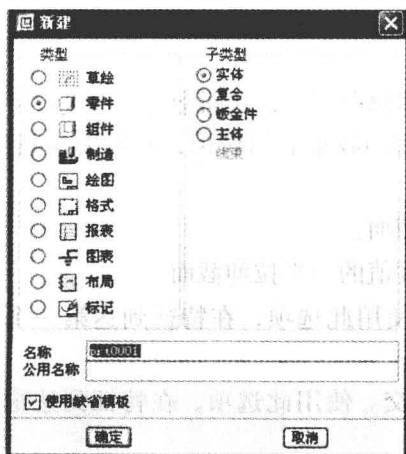
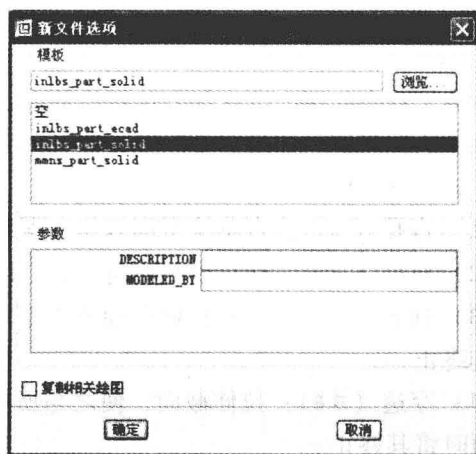

图 1.1-5 【新建】对话框
图 1.1-6 【新文件选项】对话框
(2) 新建文件：单击主菜单【文件】|【新建】或单击工具栏中的 （创建新对象）按钮，系统弹出如图 1.1-5 所示的【新建】对话框，选择类型和子类型，输入文件名，单击【确定】按钮。
建立的是公制单位的模型，通常不使用缺省模板，单击图 1.1-5 中的“使用缺省模板”，“√”消失，单击【确定】按钮，系统弹出如图 1.1-6 所示的【新文件选项】对话框，选择其中的一种模板，单击【确定】按钮。系统默认的模板为英制单位，创建公制单位的模型应选择“mmns_part_solid”模板。